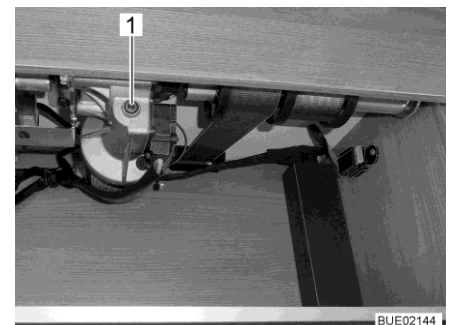

Bild 150 Zugang zum Antrieb
- Beiliegende Kurbel oder Innensechskantschlüssel in die Aufnahme am Motor (Bild 150,1) stecken.